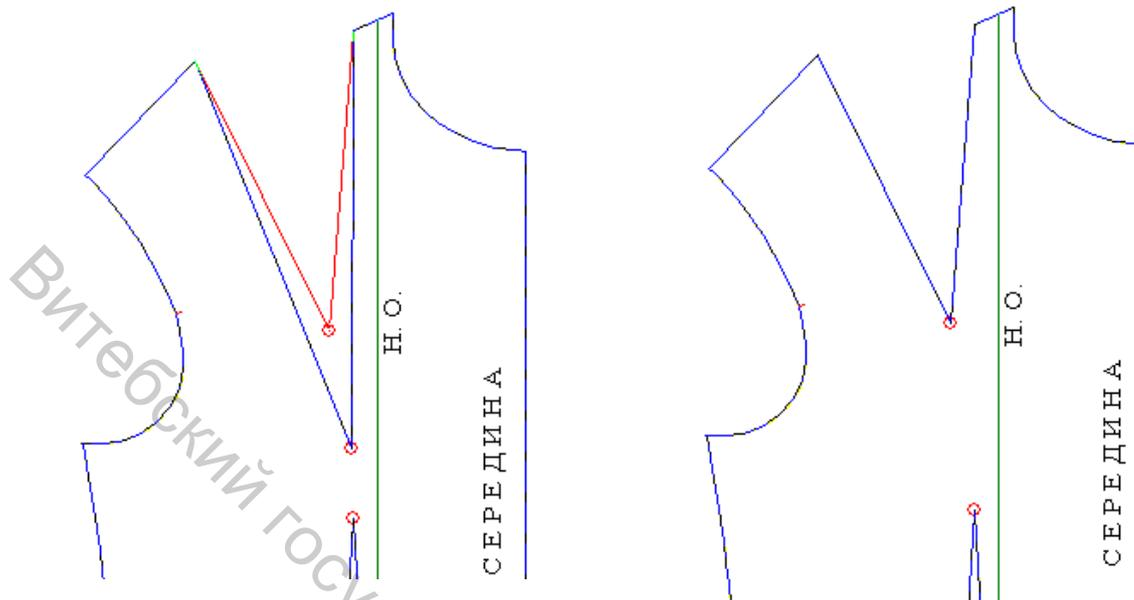

Рисунок 3.21 – Изменение длины вытачки
– **изменение длины вытачки.** Длина вытачки укорачивается или удлиняется. В левом нижнем углу экрана (строке состояния) можно видеть величину, на которую произведено изменение (рис. 3.21);